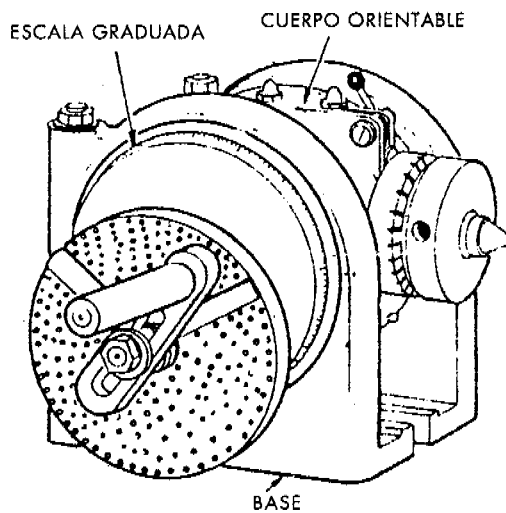

Figura 1
*CABEZAL DIVISOR UNIVERSAL ( Figura 1 )*
Es una carcasa que tiene dos extremos salientes cilíndricos; éstos se apoyan en la base del divisor y permiten orientar e inclinar el eje del husillo en un determinado ángulo con relación a la superficie de la mesa. En su interior contiene el conjunto de órganos ( Figura 1 ), que es la parte más importante del divisor y que permite dar la pieza los movimientos necesarios para hacer cualquier número de divisiones, pudiendo aplicarse a su vez los siguientes métodos :